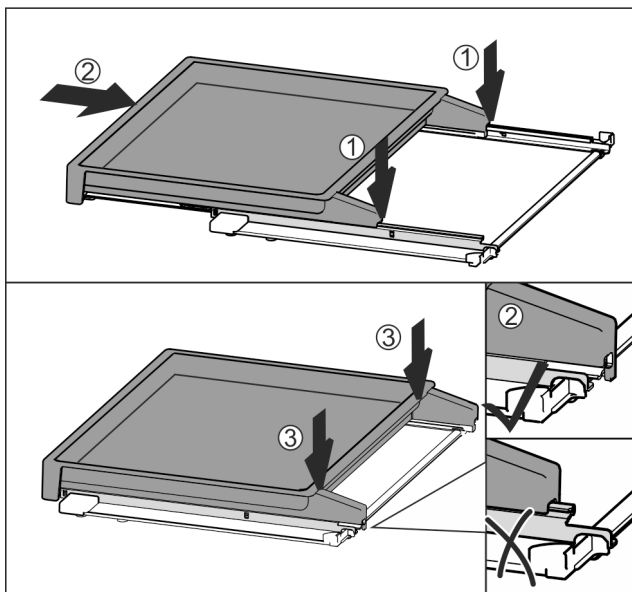

Fig. 110
- Plateau op het midden van de rails plaatsen Fig. 110 (1).
- Uitschuifplateau volledig erin schuiven Fig. 110 (2).
- Tegen de achterkant drukken tot deze hoorbaar vastklikt Fig. 110 (3).